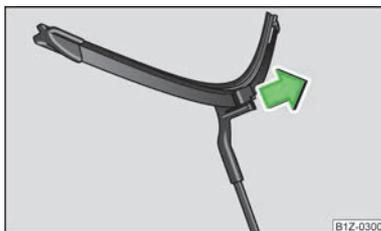

Fig. 36
- Extraer la escobilla en el sentido de la flecha » fig. 36.
- Replegar los brazos del limpiacristales sobre el parabrisas y conectar el encendido. Presionando la palanca de limpiacristales a su posición amortiguada  » fig. 36 o en marcha a una velocidad superior a 4 km/h, los brazos del limpiacristales se repliegan a su posición de reposo.